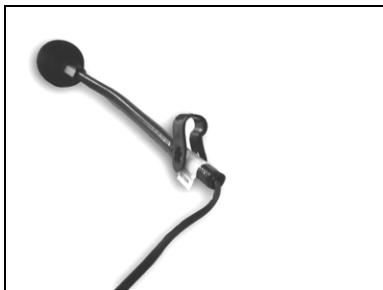

Fig. 8
- Préparer le microphone en introduisant le collier bloque-microphone et en veillant à bien le positionner (Fig. 8).